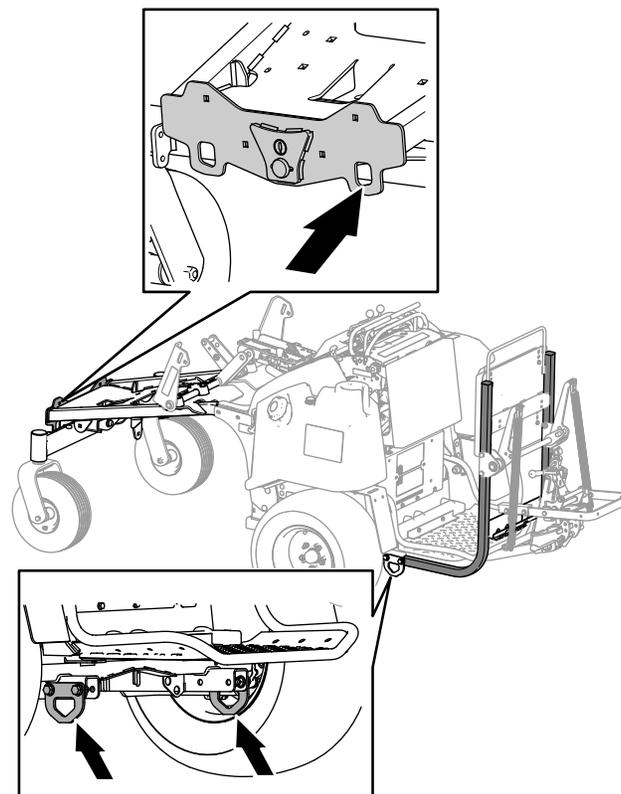

Figure 61
8. Arrimez la machine au niveau du cadre avant et des plaques d'attache sur le cadre de l'accessoire arrière (**Figure 61**) à l'aide de sangles, chaînes, câbles ou cordes.